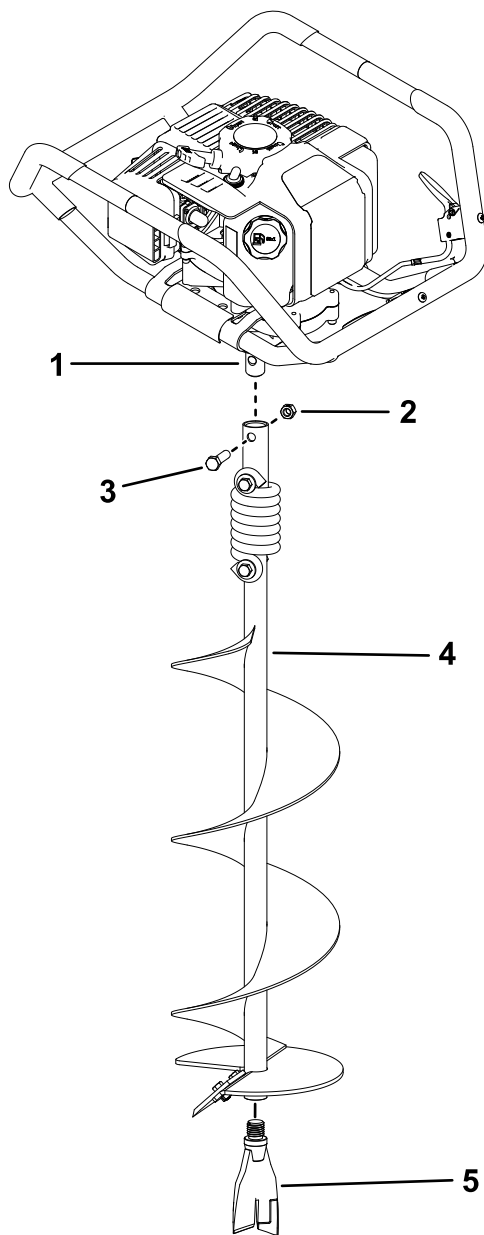

Figure 3
1. Insérez l'arbre de sortie sur la tête motrice dans l'extrémité ouverte de la vis sans fin (Figure 3).
2. Fixez la tête motrice sur la vis sans fin à l'aide d'un boulon ($\frac{3}{8}$ x $1\frac{1}{2}$ po) et d'un contre-écrou ($\frac{3}{8}$ po), comme montré à la Figure 3.
3. Fixez la pointe en queue de poisson sur la vis sans fin (Figure 3).